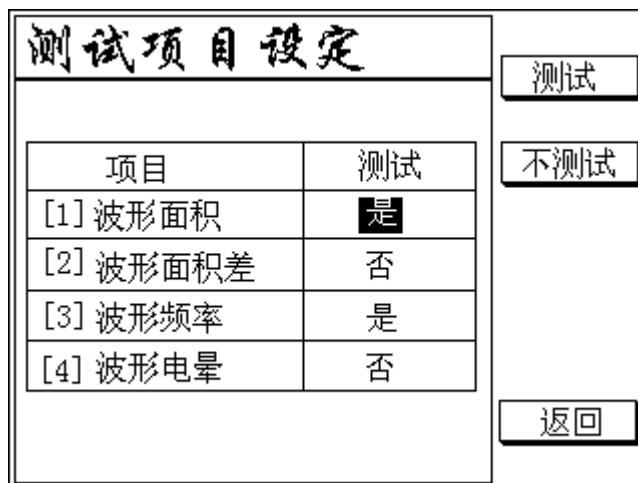

图 19
- (b) 屏幕键二用以选择测试项目的，按下屏幕键二显示如（图 19）所示
在此界面下（见图 19）实现功能如下：